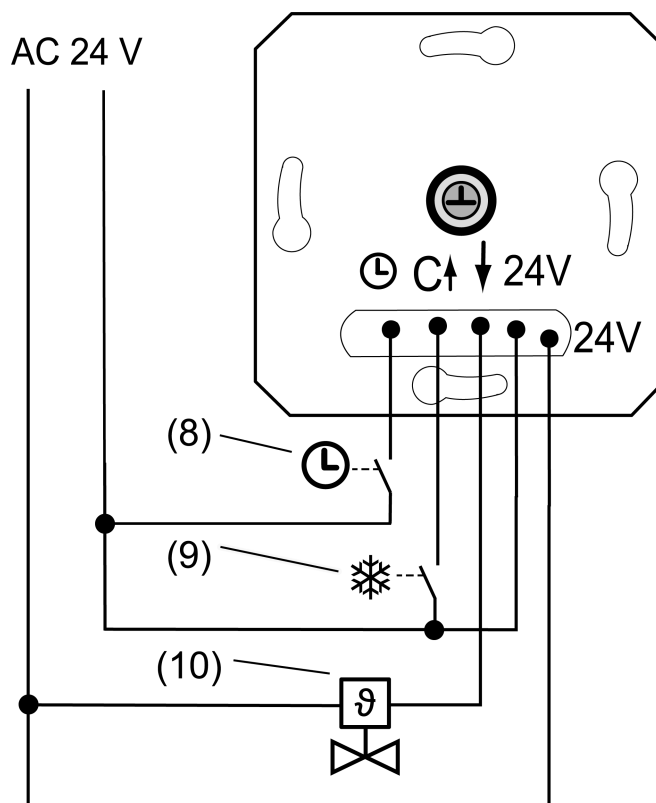
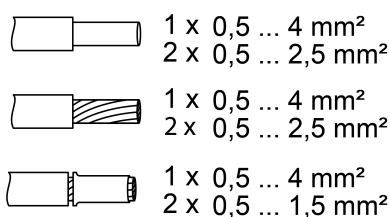

рисунок 2: Пример подключения вставки
рисунок 3: Сечение провода под клемму
- Подключите электротермический сервопривод (10) к вставке (1) согласно монтажной схеме (см. рисунок 2). Соблюдайте сечение проводов (см. рисунок 3).
- В виде опции можно подключить вход в режиме ECO ☹ через контакт переключения центральных часов (8).